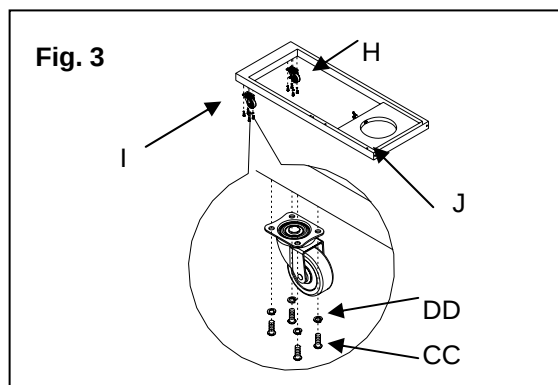

Fig. 4
b). Inserte el eje de la rueda (K) a través de la pata delantera derecha (E) y la pata trasera derecha del carro (F). Coloque la rueda (L), con la cara cónica mirando hacia la pata, en cada extremo del eje. Sujete la rueda al eje con 2 tuercas FF y 22 arandelas planas GG. Observe la Fig. 4.